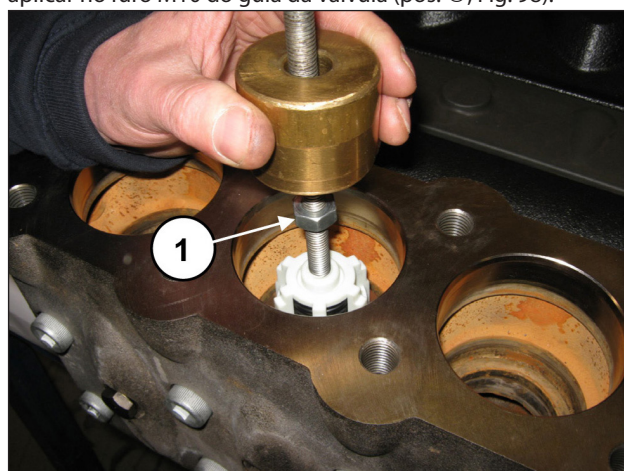

Fig. 98
Extraia o grupo da válvula de fluxo mediante o uso de um extrator de mecanismo de percussão (cód. 27516400) para aplicar no furo M10 do guia da válvula (pos. ①, Fig. 98).